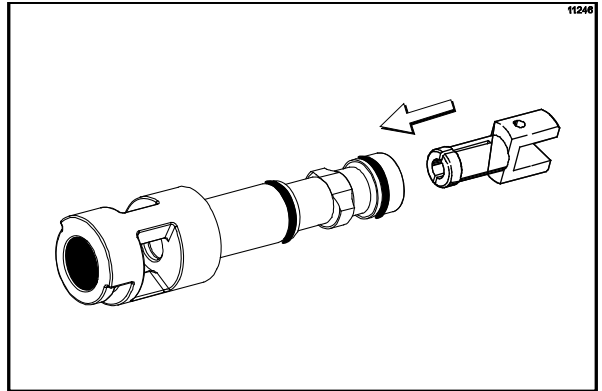

Figure 119
- En ramenant les deux bouts l'un vers l'autre, insérer le centrifugeur dans l'ouverture métallique de la vanne de sortie, jusqu'à ce qu'il s'enclenche (Cf. Figure 119).